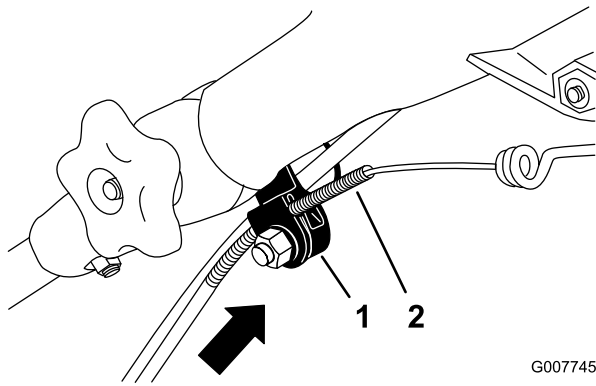

Figura 44
**Nota:** Puede colocar una regla contra el lado superior del soporte del cable negro para medir el desplazamiento del extremo superior de la cubierta del cable (Figura 44).